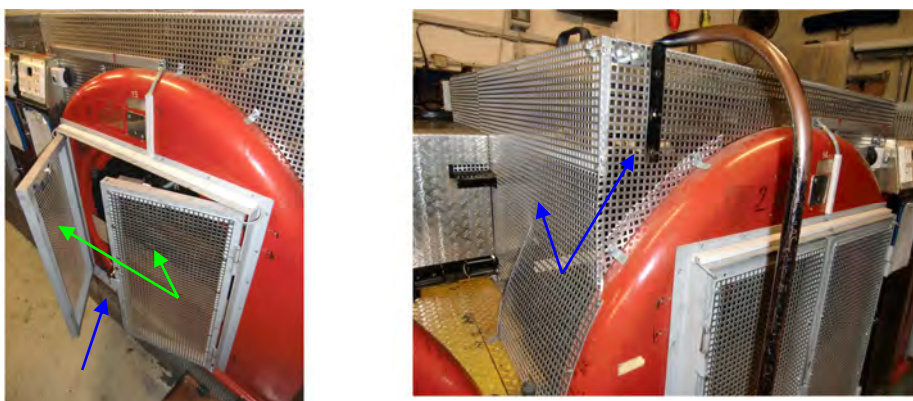

Abb. 5: elektrisch verriegelte Gitter (grüne Pfeile); verschraubte Gitter (blaue Pfeile)
3. zur Sicherung der Gefahrstellen im Bereich des Pinrades durch Verdeckungen; hier: mit dem elektrischen Antrieb verriegelte sowie verschraubte Gitter (Abb. 5).
Der Zugriff zu Gefahrstellen unterhalb des Pinrades ist durch Verdeckungen (hier: verschraubtes Gitter) verhindert (Abb. 5, linkes Bild - blauer Pfeil).